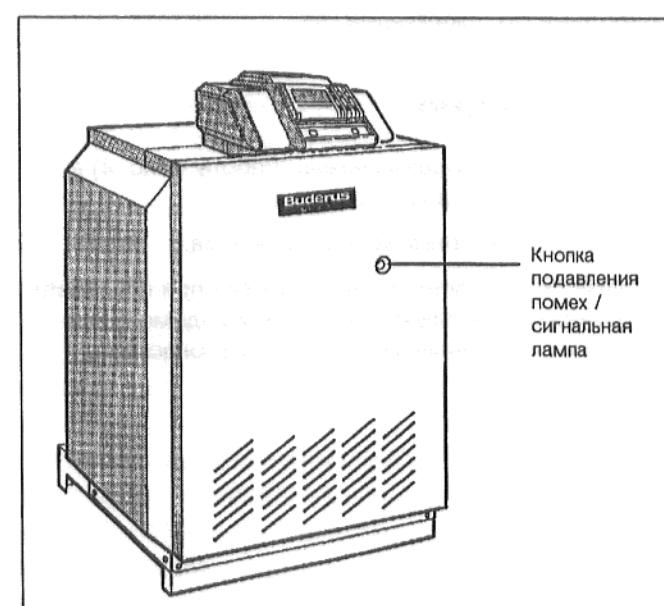

Рис. 3: Кнопка подавления помех
- Если на кнопке подавления помех горит сигнальная лампа (Рис. 3), нажать кнопку подавления помех. В случае помехи на табло индикации устройства дистанционного управления дополнительно появляется сообщение "Помеха горелки".